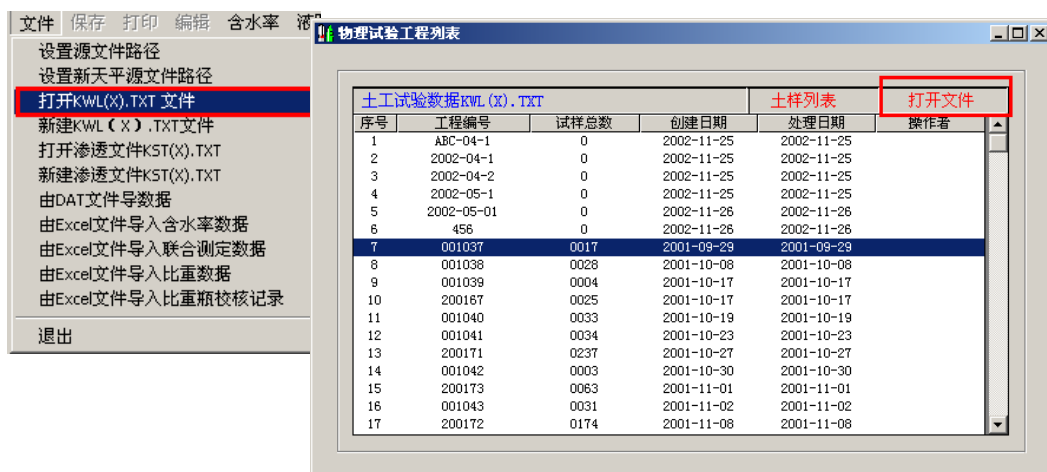

图 3-12 工程列表
用户可以打开已处理过的物理试验数据，通过主菜单[文件]→[打开 KWL (X) .TXT 文件]，选中要处理的工程双击鼠标左键或右上角的[打开文件]，如图 3-12 所示。